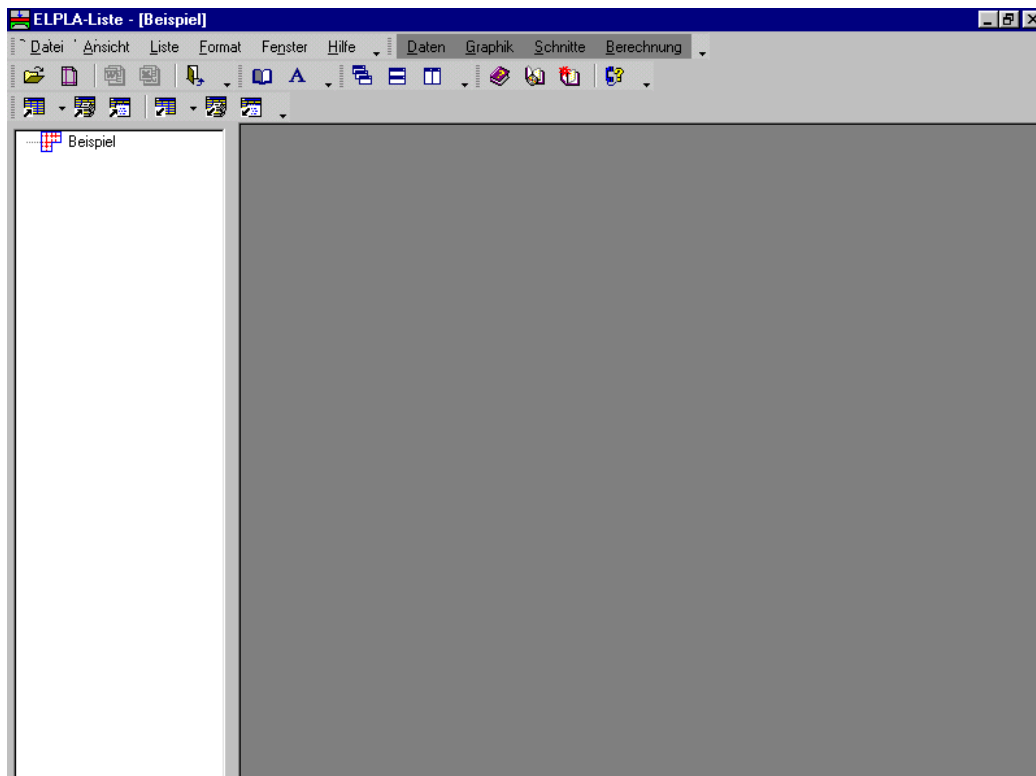
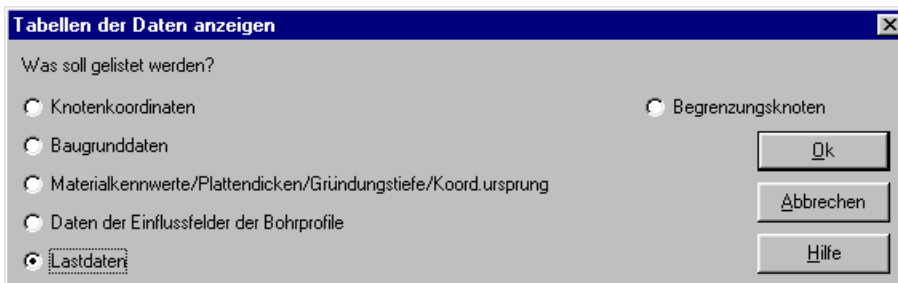

Bild 1-48 Oberfläche des Unterprogramms *ELPLA-Liste*
Bild 1-49 Optionsfeld "Tabellen der Daten anzeigen"
Um Daten und Ergebnisse aufzulisten, überlassen Sie *ELPLA-Schnitte* dem Programm *ELPLA-Liste* durch Klicken auf "Liste" in der Menüleiste der Unterprogramme an der oberen rechten Ecke des *ELPLA-Schnitte*-Fensters. Das *ELPLA-Liste*-Fenster erscheint (Bild 1-48).
- Wählen Sie den Befehl "Tabellen der Daten anzeigen" aus dem Menü "Liste" des Programms *ELPLA-Liste* (Bild 1-48). Das folgende Optionsfeld im Bild 1-49 erscheint